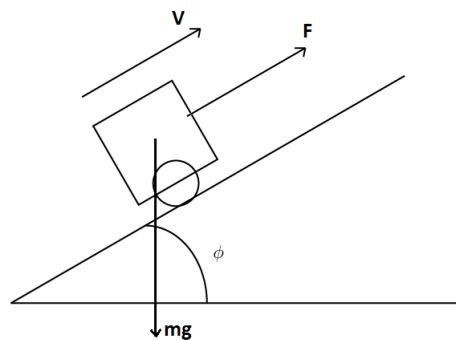
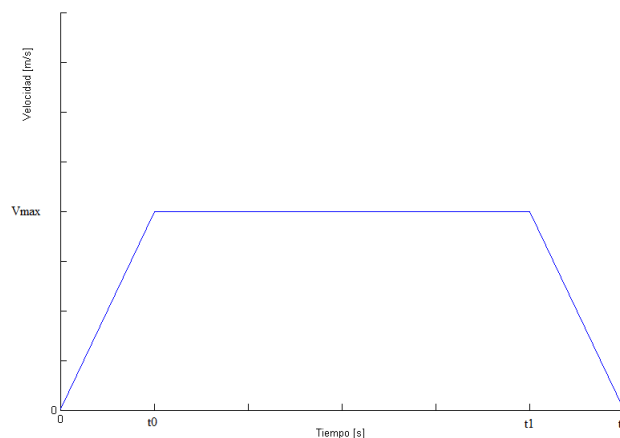

Figura 6: Robot en plano inclinado.
Figura 7: Perfil de velocidad del robot.
1. Considerando el robot de dos ruedas de radio  $r$  sobre un plano inclinado como se muestra en la figura 6, en el cual cada rueda está acoplada a un motor de corriente continua mediante una caja reductora de reducción  $N : 1$ . Si el robot está programado para seguir el perfil de velocidad que se muestra en la figura 7: